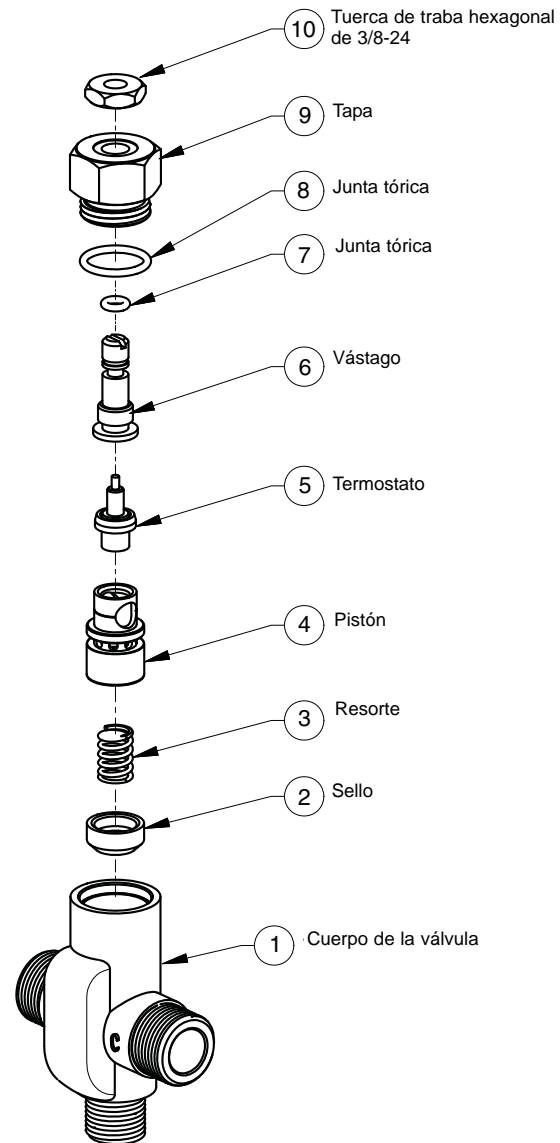

Figura 14
1. Saque la tapa de la válvula y el termostato (consulte la Figura 14 en la página 85).